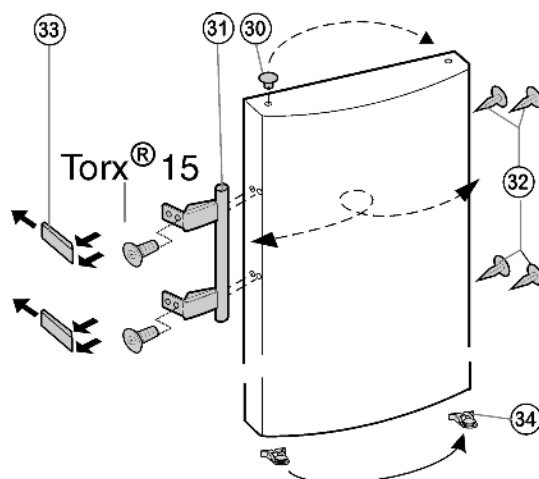

Fig. 11
- Выведите из фиксатора дверцы пружинный зажим Fig. 11 (34) и переставьте его на новую сторону шарнира.*
- Извлеките пробку Fig. 11 (30) из опорной втулки дверцы и переставьте.
- Снимите и переставьте на противоположную сторону дверную ручку Fig. 11 (31), пробку Fig. 11 (32) и прижимные пластины Fig. 11 (33).